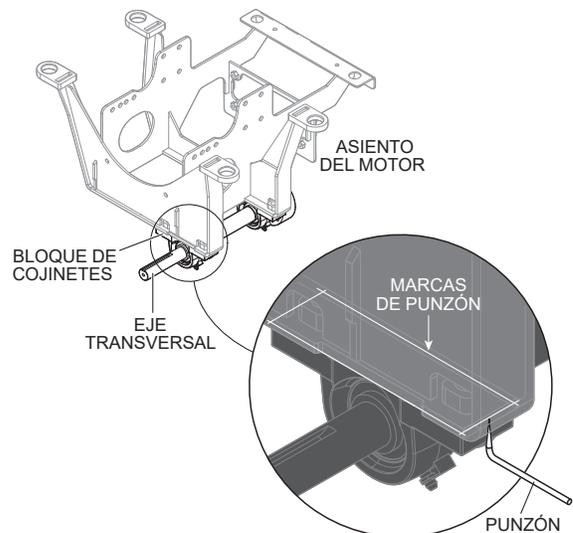

Figura 12. Marcas de punzón del eje transversal
1. Es importante usar un punzón para marcar los bordes de ambos bloques de cojinetes en la parte inferior del asiento del motor. Vea la Figura 12.
Asegúrese para alinear ambos bloques de cojinetes con las marcas de punzón en el asiento del motor. Vea la Figura 12.